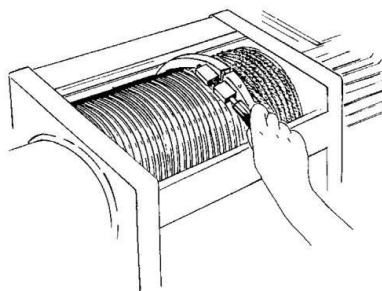
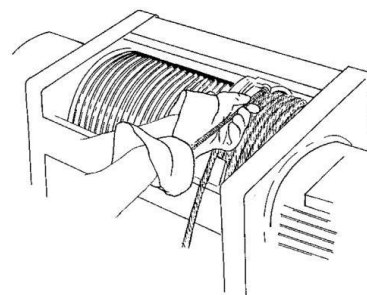
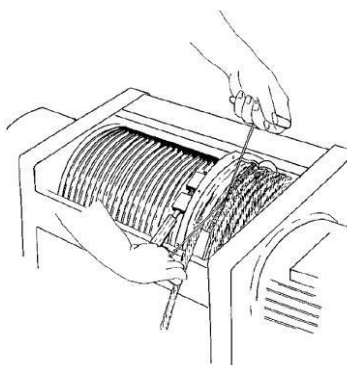

Figura 8
Figura 9
Figura 10
- **Instalare ghidaj cablu-** Puneți ghidajul cablului (figura 6) în canelurile tamburului. Cu cleștii speciali, îngustați capetele inelelor folosind cele 2 găuri de pe capetele inelelor (figura 7). Instalați arcul în fanta sa din interiorul inelului (figura 8) și închideți-l agățându-l (figura 9). Montați sabotul de ghidare a cablului (figura 10) și strângeți șuruburile elementul 1 (figura 11). După instalarea ghidajului cablului, treceți capătul liber al cablului prin scripetele blocului de cârlig și apoi fixați-l pe mufa cu pană, așa cum este descris în secțiunea "Asamblarea blocului cârlig" 3.7. la pagina 10 a manualului de instalare.